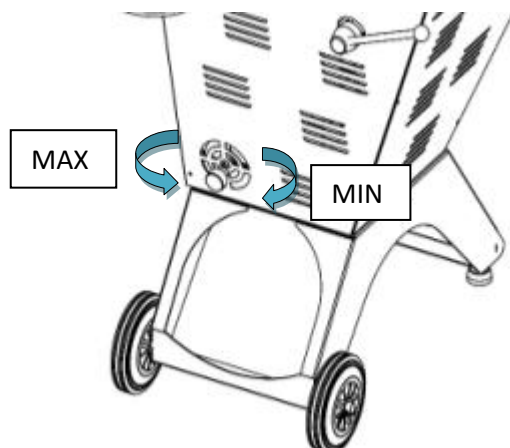

Abb.05
- Verbrennungslufteinstellung auf Max. (Abb.05) einstellen
Es können zwei Leistungsarten ausgewählt werden: Maximum und Minimum (Abb. 05).